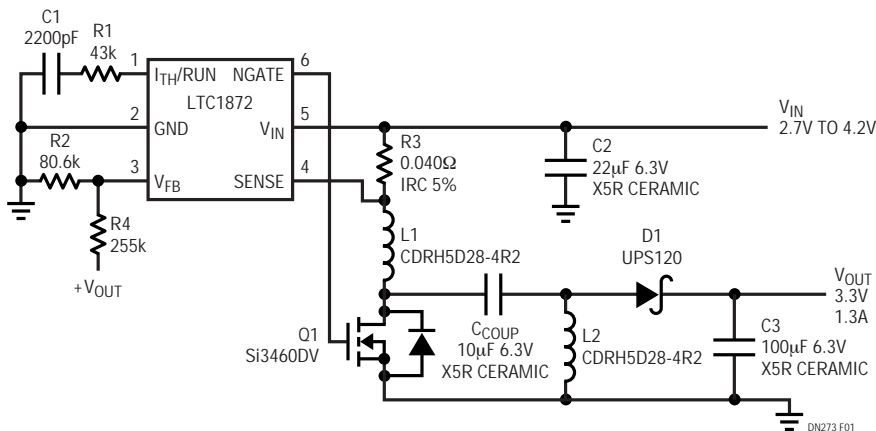

図1. リチウムイオン電池の電圧を3.3V、1.3Aへ変換
2.7V ~ 4.2Vの電池1個の入力から、1.3Aまでの3.3V出力を供給する簡単で効率のよいSEPICコンバータを図1に示します。簡単で低コスト、さらに高効率で部品サイズが小さい(どの部品の高さも3.1mmを超えない)ので、電池駆動の携帯機器の寸法および電力消費に対する要求条件を満たしています。
SEPICは多くのDC/DCコンバータ構成法の1つにすぎませんが、携帯機器に応用した場合、他の選択肢に比べて大きな利点があります。図1のSEPICは、2.7V ~ 4.2Vの入力電圧範囲にわたって3.3Vの出力を供給します。SEPIC構成以外の選択肢の1つは簡単な降圧コンバータです。降圧コンバータはバッテリー電圧が3.6Vを超えているあいだは3.3Vを供給しますが、バッテリー電圧が3.6Vを切ると出力電圧が低下し始め、入力電圧よりも数百ミリボルト低くなります。入力電圧が2.7Vに下がると、出力電圧は完全に2.5Vよりも低くなります。